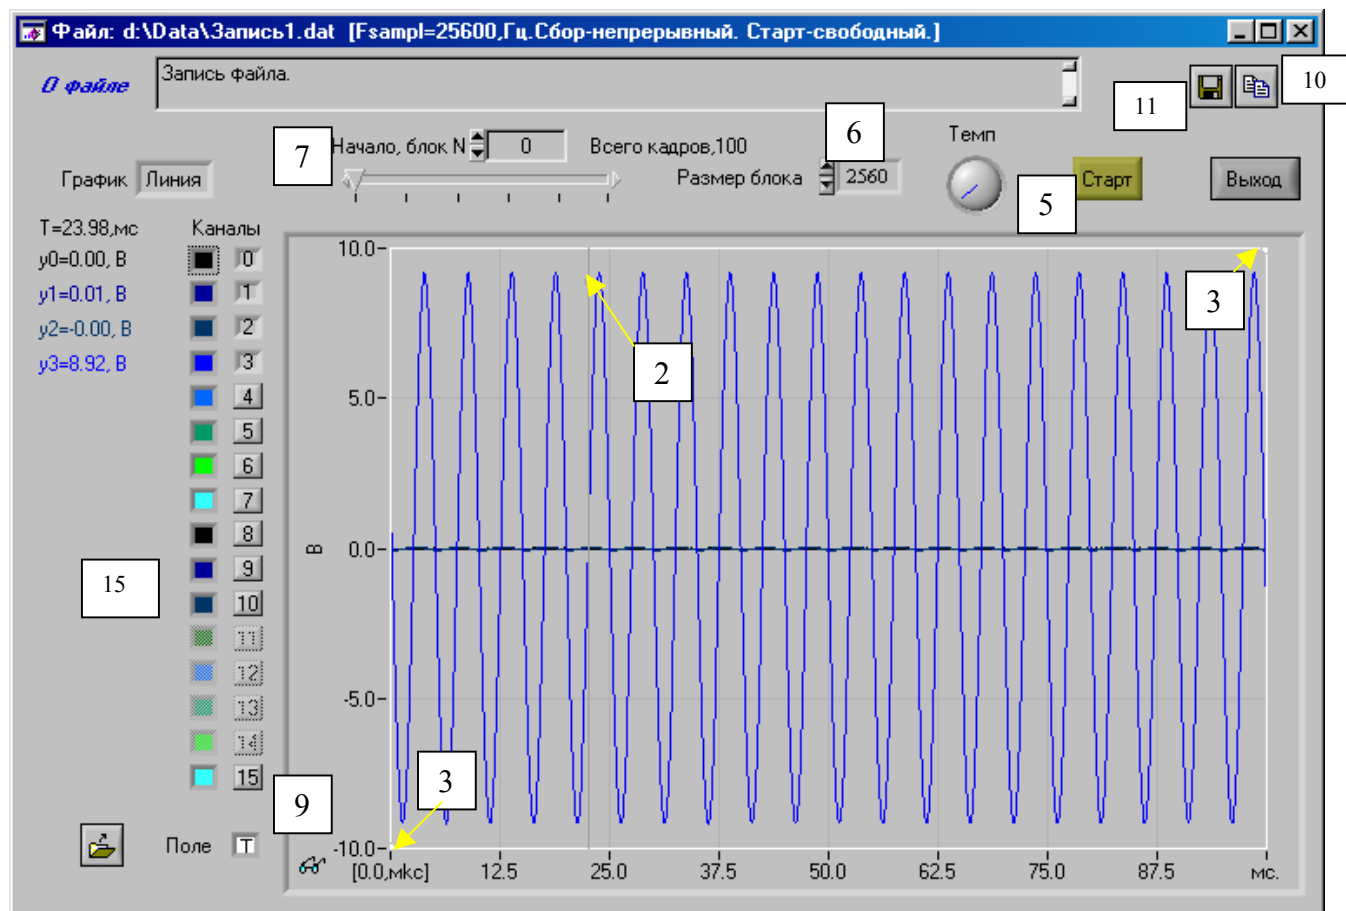

Рис. 2.4. Режим просмотра данных файла
Для запуска процесса изображения данных на экране достаточно нажать кнопку *старт* (5). При этом управляющий элемент (7) будет отслеживать номер изображаемого кадра данных заданного размера (6) – рис.2.4.
На экране расположены три курсора - один *следящий* (2) и два *вспомогательных* (3) - рис. 2.4. Основной курсор, в активном состоянии, после щелчка по нему левой клавишей мыши, обеспечивает слежение за текущими значениями представленных на экране графиков.